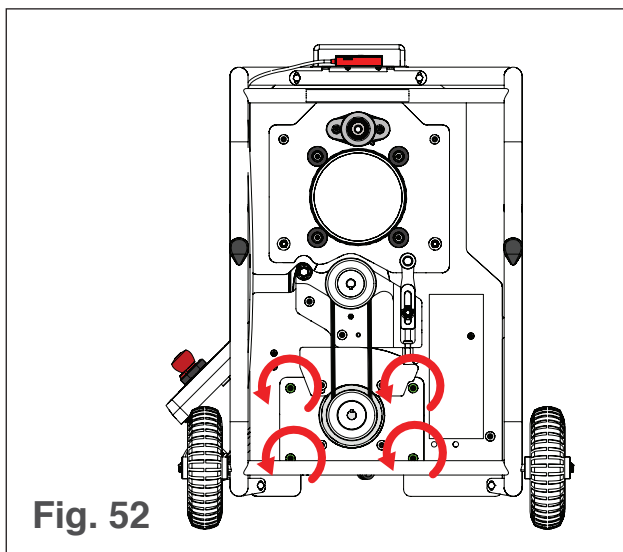

Fig. 52
5. Desserrez les quatre boulons de la plaque du moteur de la lame (voir Fig. 52).